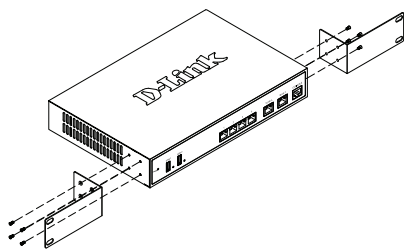

Figura 3. Collegamento delle staffe di montaggio del rack
1. Collegare le staffe di montaggio su ciascun lato del telaio, come illustrato nella Figura 3 e fissarle utilizzando le viti in dotazione.